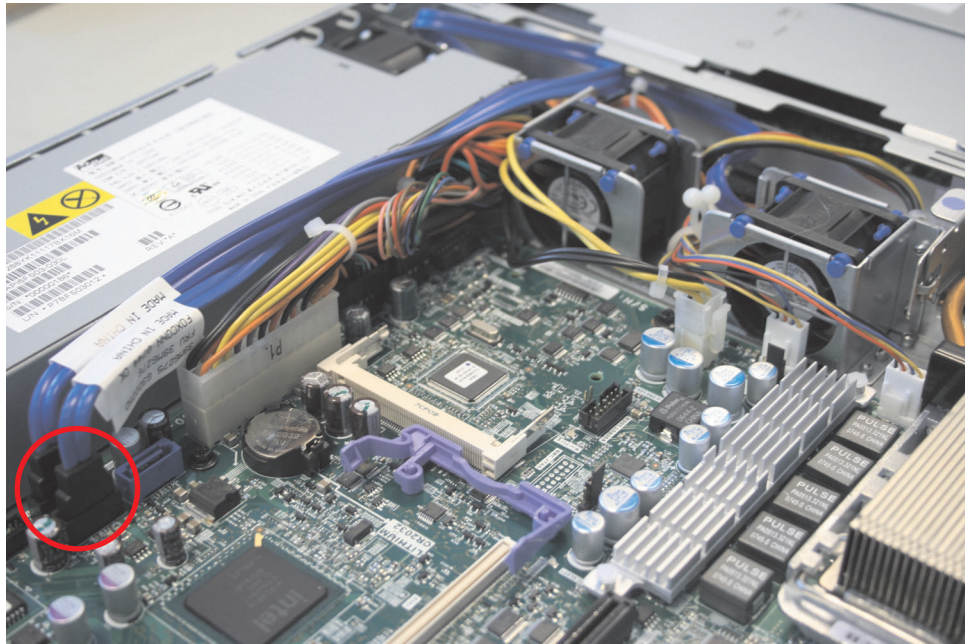

図 266. SAN ボリューム・コントローラー 2145-8A4 SATA ケーブル・コネクター
8. 図 266 に示すように、システム・ボードのソケット SATA 0 および SATA から両方の SATA ディスク・ケーブルを切り離して取り外します。